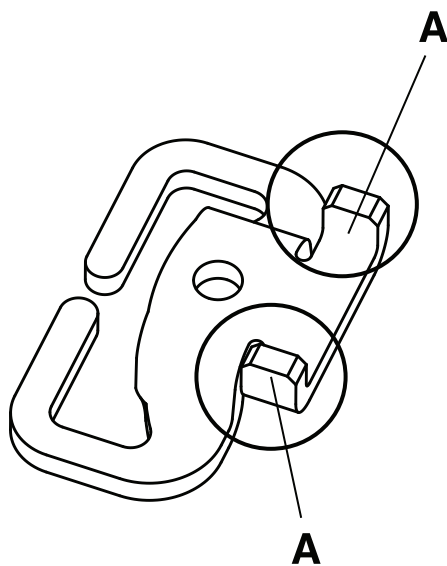
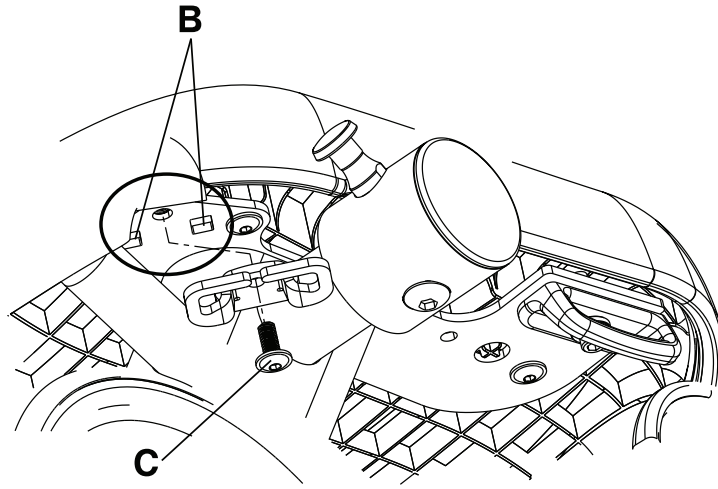

图14-33: 膝部安全带托架凸舌
图14-34: 膝部安全带托架安装
- a. 将托架上的两个凸舌(A) ( 图14-33 第14-51页 ) 装入主框架焊件(B) ( 图14-34 第14-52页 ) 。
- b. 将随附的凸缘圆头螺钉(0004-671-000)(C)安装入托架上的圆孔以将定膝部安全带托架固定至主框架焊件(B) ( 图14-34 第14-52页 ) 。使用一个3/8"传动扭矩扳手以及一个3/16"六角钻头拧紧螺钉到 $8 \pm 1.1$  Nm。